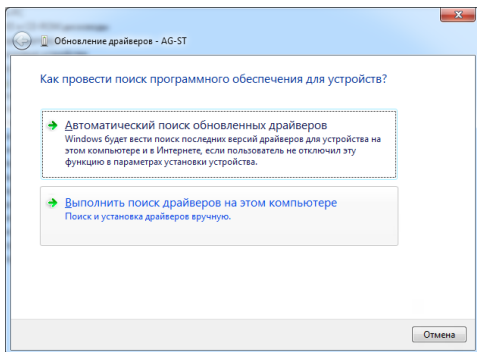

Рис.1. Обновление драйверов AG-ST.
5. В появившемся меню выберите пункт «Выполнить поиск драйверов на этом компьютере» (рис.1).